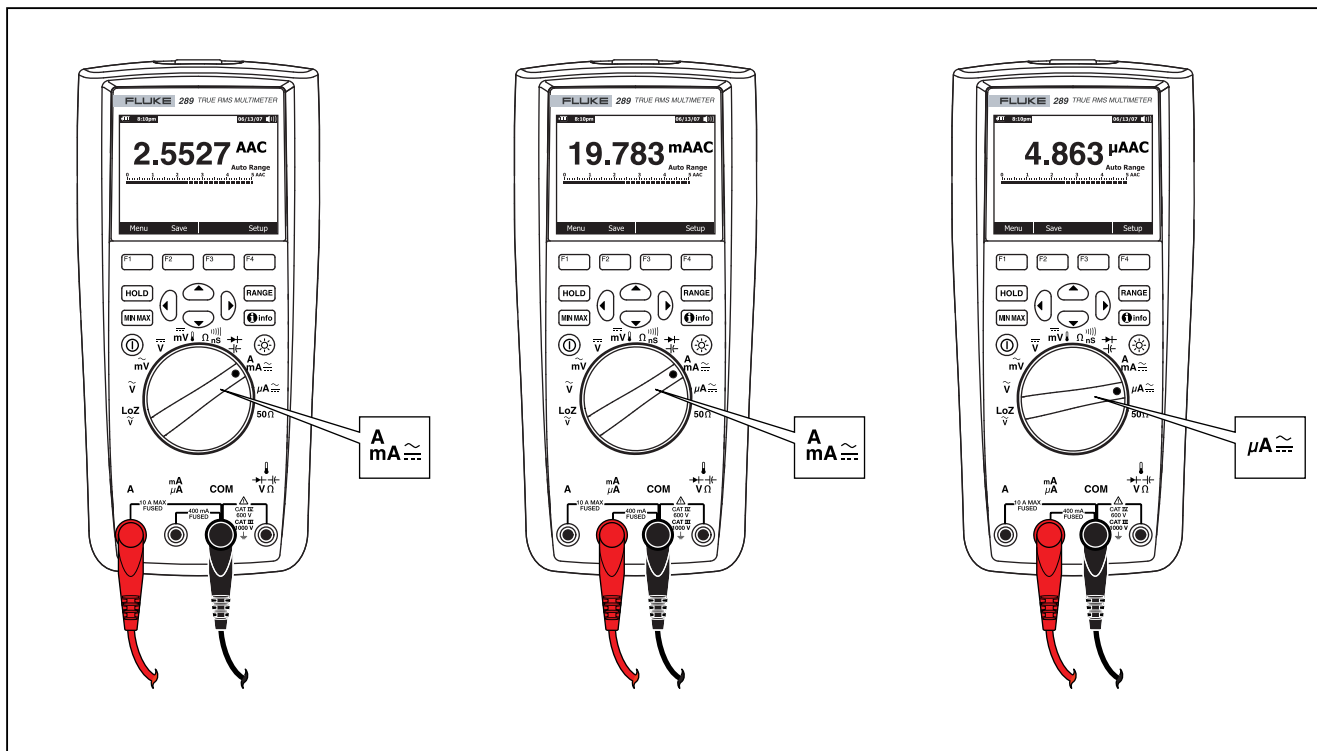

Figura 21. Approntamento per misure di corrente
3. Se si adopera il terminale A, girare il selettore nella posizione  $\overset{\sim}{\underset{\sim}{A}}$ ; se si adopera il terminale mA/μA, girare il selettore nella posizione  $\overset{\sim}{\underset{\sim}{\mu A}}$  per correnti minori di 5000 μA (5 mA) o nella posizione  $\overset{\sim}{\underset{\sim}{A}}$  per correnti maggiori di 5000 μA. Vedere la Figura 21 per la connessione dei cavi di misura e la selezione della funzione. Vedere la sezione “Funzione Input Alert™” per informazioni sulle segnalazioni utilizzate dal multimetro quando i cavi di misura non sono utilizzati correttamente per le misure di corrente.